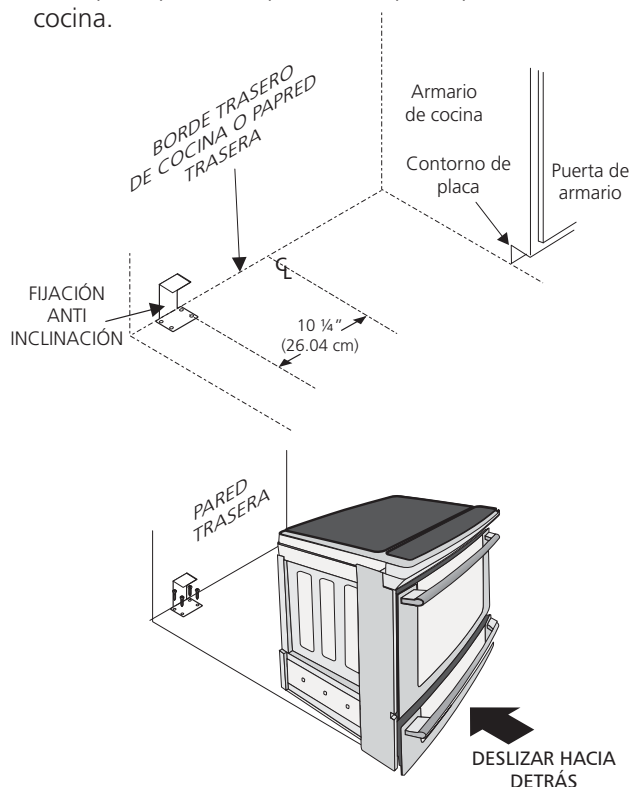

Figura 11
2. Desplegar el molde de papel y colocarlo alisado sobre el piso con el vértice posterior derecho posicionado exactamente en la intersección de las líneas central y posterior dibujadas anteriormente. (Si no se dispone de un molde, usar el diagrama incluido a continuación para ubicar las ménsulas (Figura 11)).
6. Deslice la cocina hacia su lugar asegurándose que la pata de centro trasera está completamente segura con el soporte anti-inclinación (figura 11). Baje la cocina ajustando las 4 patas de nivelación hasta que la plancha de cocinar esté apoyada en el mostrador. Refiere a la "Nivelación de la cocina" a la página 6.